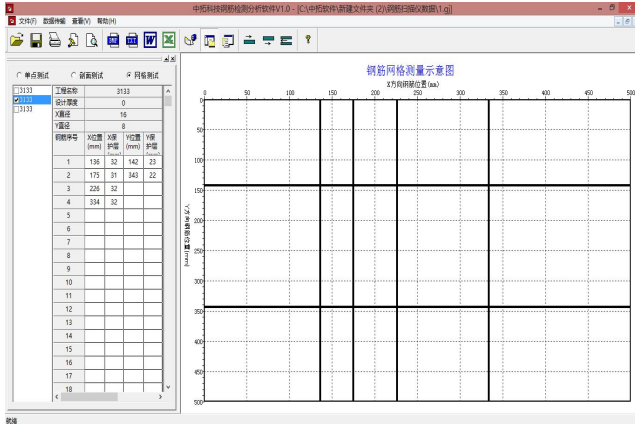

图 6-17
(3) 网格测试：当用户选择网格测试时，会弹出如图 6-17 所示的界面，在控制面板的数据显示区中显示当前项目编号所对应的数据，在右侧的窗口显示区内则显示钢筋网格测量的位置示意图，其中 Y 坐标表示垂直测试钢筋的位置，X 坐